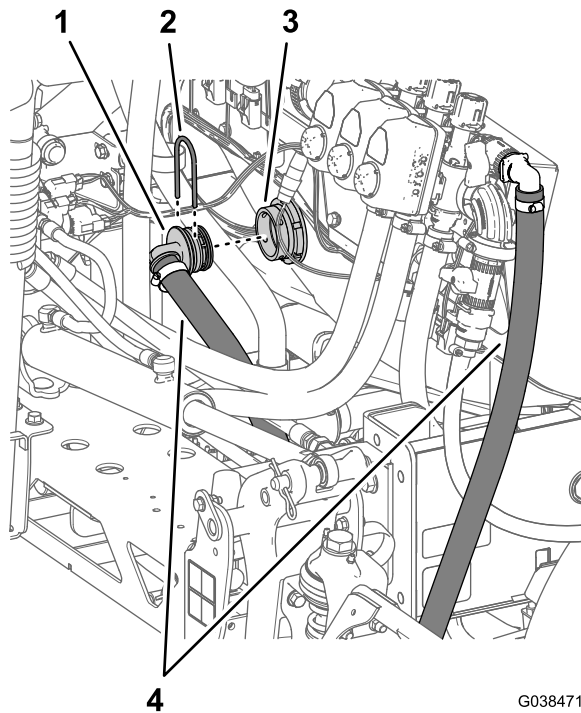

图100
3. 如图100中所示将喷洒臂段旁通软管绕右机架槽布向位于打药车药缸内的隔板接头。
4. 将喷洒臂段旁通软管的90°宝塔接头装入隔板接头 图100。
5. 使用在 卸下喷洒臂段旁通软管 \(页码 13\) 的步骤 1 中卸下的卡环大将90°接头固定到隔板接头上 图100。